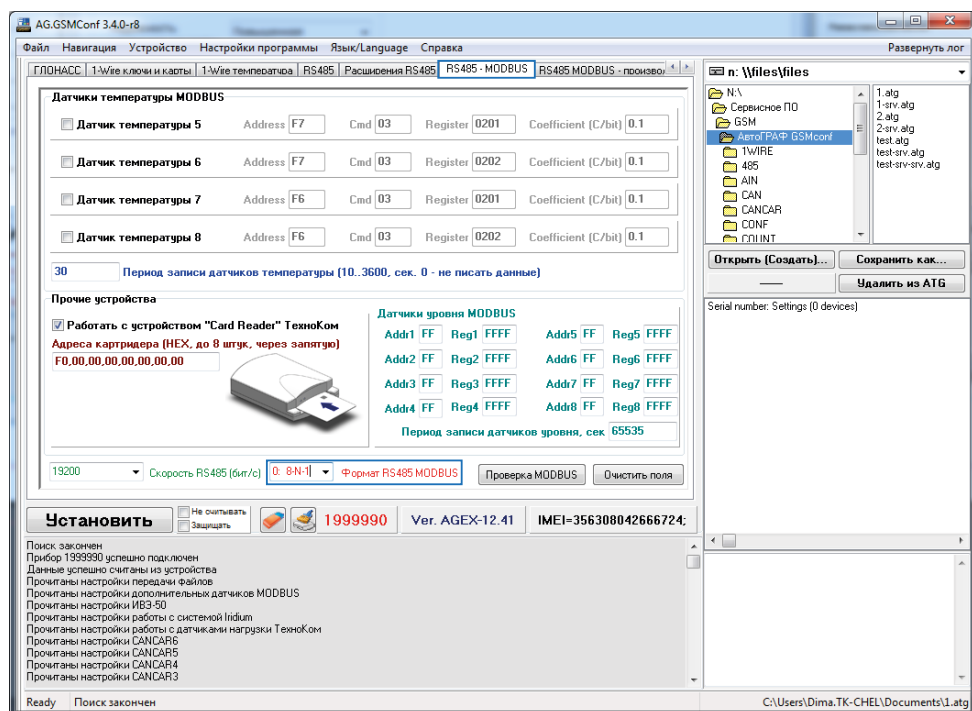

Рис.8. Настройка формата шины RS-485 контроллера «АвтоГРАФ».
- **формат передачи данных шины RS-485-Modbus должен быть 8-N-1 (Рис.8);**